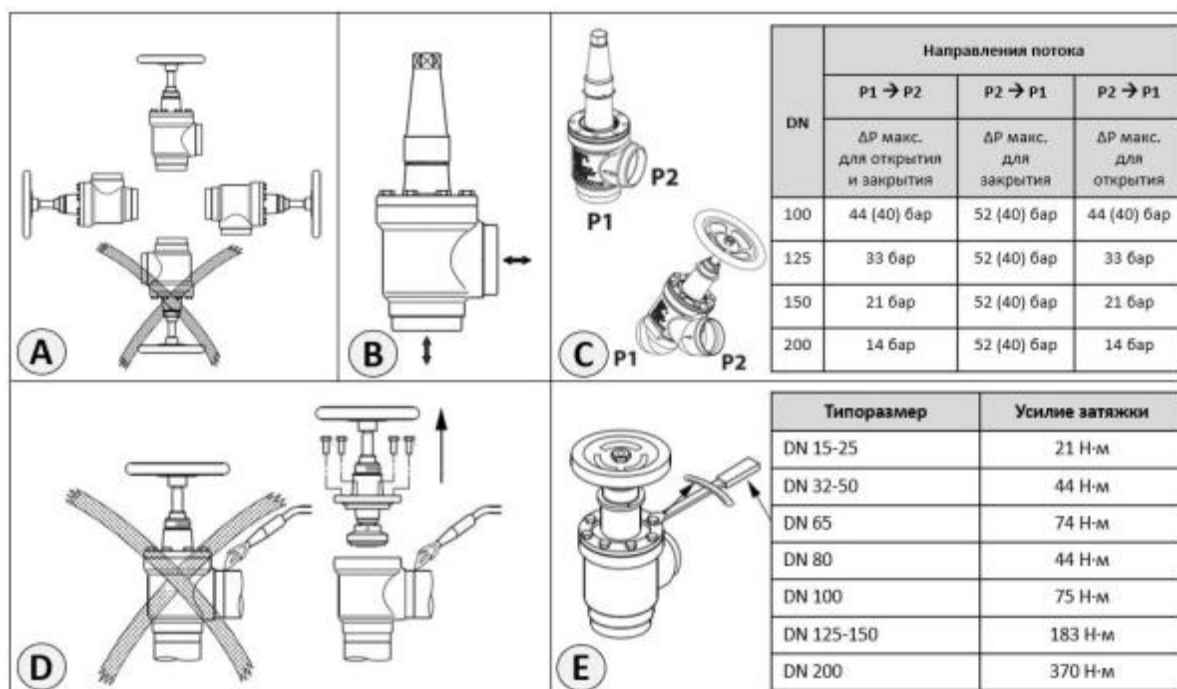

Рис. 3 – Монтаж клапана
Клапаны должны устанавливаться шпинделем ручного открытия вверх или горизонтально (рис. 3А). Рекомендуется устанавливать клапаны по направлению потока (рис. 3В), указанному стрелкой на корпусе клапана. Клапан может быть установлен стрелкой против направления потока рабочей среды, но при этом значение коэффициента  $k_v$  ( $c_v$ ) уменьшится. При проектировании и монтаже учитывайте максимальный перепад давления на клапана для его закрытия и открытия (рис. 3С)
**Сборка** Перед сборкой клапана удалите из корпуса грязь. Убедитесь, что уплотнительные кольца не повреждены. Перед тем как установить запорную часть клапана в корпус, необходимо полностью выкрутить шток (рис. 3, е), т.е. после сборки клапан будет полностью открыт.